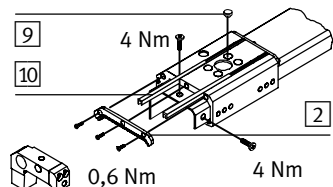

Fig. 9
- Monte el cepillo rascador [2] (par de apriete, véase Fig. 9).